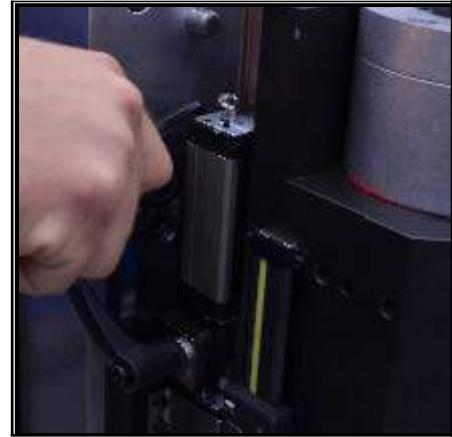

Рис. 3-60. РЕГУЛИРОВКА ВИНТОВ ПО ОСИ Y
- b) Отрегулируйте винты оси Y, чтобы показания индикатора находились в пределах 0,001" (0,03 мм). См. рис. 3-60.